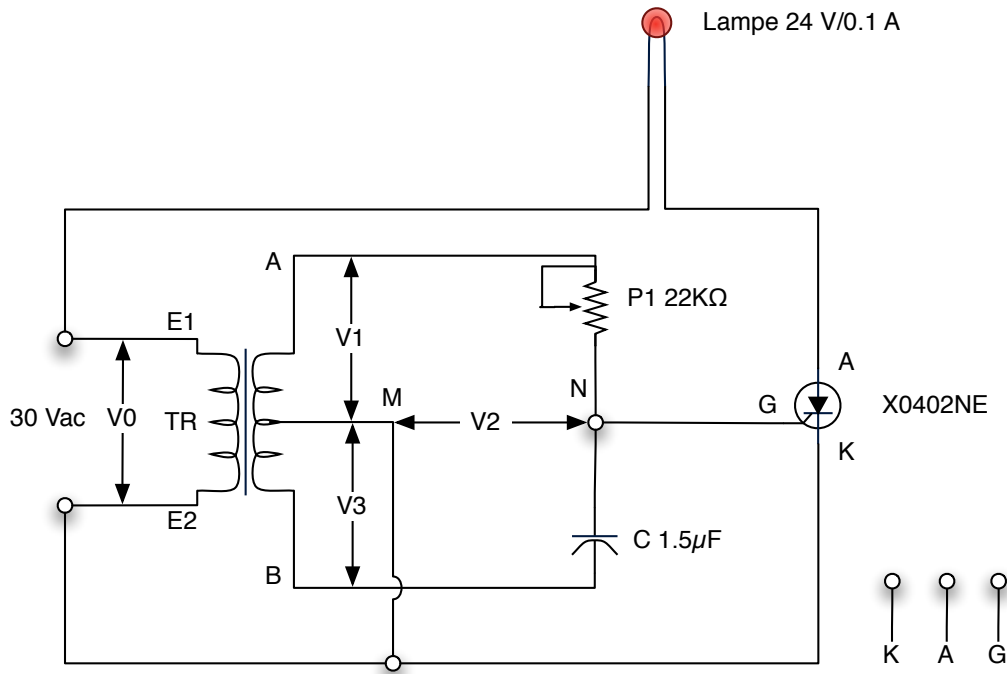

Fig.4 TR = transformateur 30V/2*8V 5 VA
- 1- Circuit de la figure 4 effectué et branché.